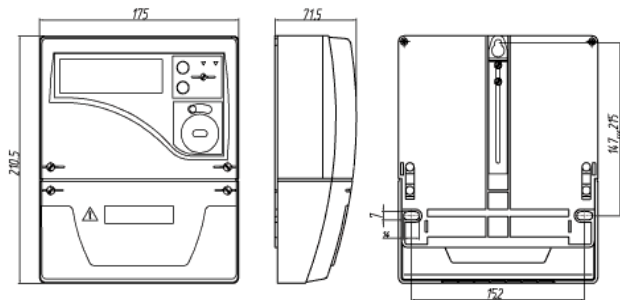

Рисунок 1 - Загальний вигляд лічильника CE303-U в корпусі S31
2.1.11 Загальний вигляд, габаритні та установочні розміри лічильника наведені на рис.1.